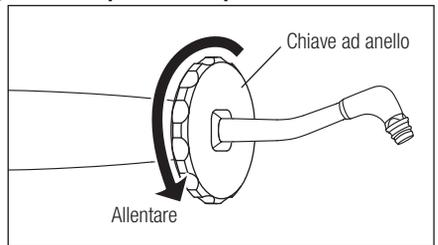

Fig. 14
- 3) Allentare il puntale facendo passare la chiave ad anello in dotazione attraverso il puntale stesso fino a rimuoverlo dal manipolo. (Fig. 14)